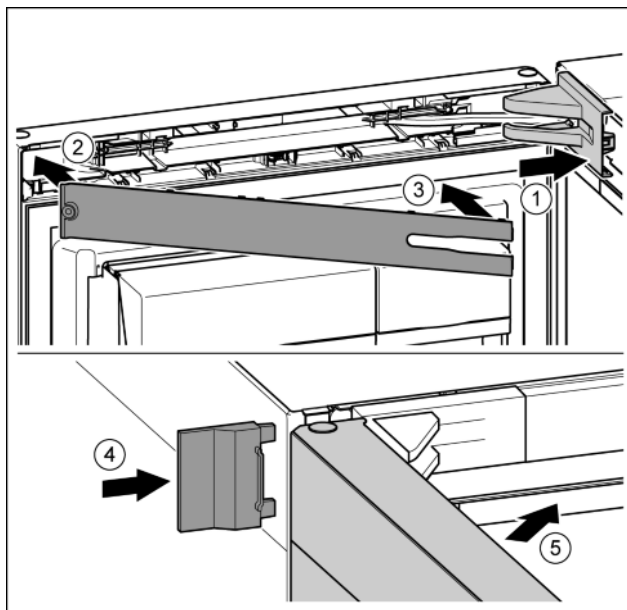

Fig. 22
- ▶ Afdekking van de lagerbus aanbrengen en vastklikken, en indien nodig, voorzichtig uit elkaar drukken. Fig. 22 (1)
- ▶ Paneel aanbrengen. Fig. 22 (2)
- ▶ Paneel naar binnen draaien en vastklikken. Fig. 22 (3)
- ▶ Buitenste afdekking erop schuiven. Fig. 22 (4)
- ▶ Bovenste deur sluiten. Fig. 22 (5)